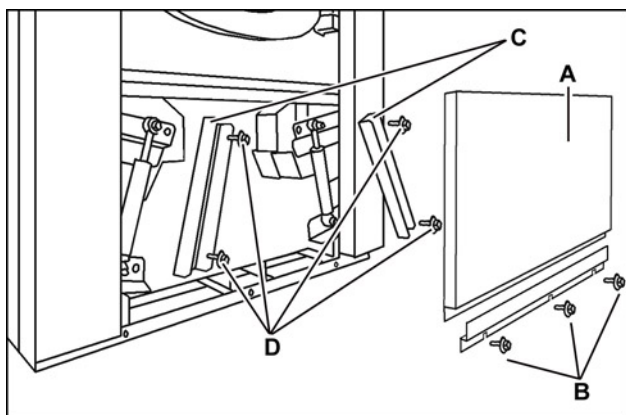

fig. 4
**How to proceed (fig. 4 & 5).**